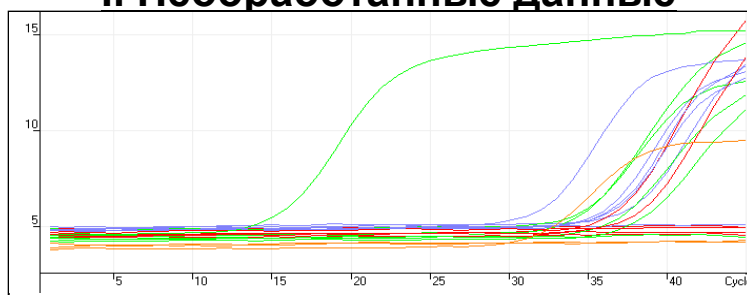

Рис. 1. Нормальные исходные кривые
- Среди всех сигналов образцов по каналу должен быть хотя бы один положительный (положительный сигнал имеет характерную S-образную кривую накопления флуоресценции (см. рис. 1). *(При правильной постановке и течении эксперимента обязательно должен присутствовать сигнал положительного контроля).*